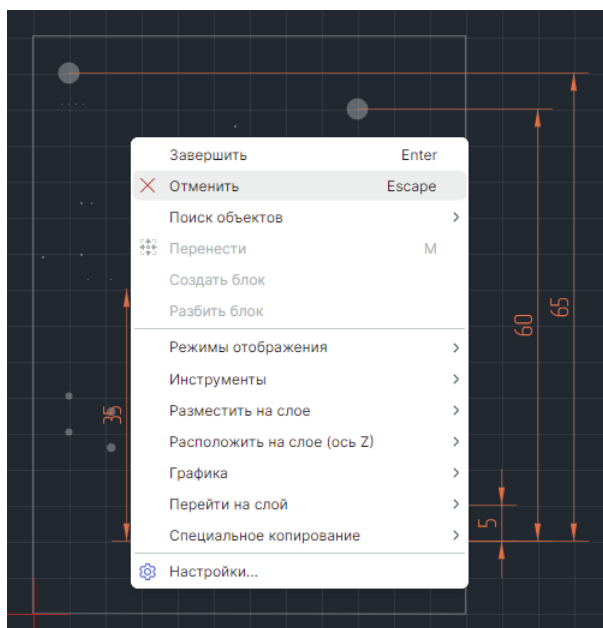

Рис. 460 Завершение работы с линией
7. Повторяя действия, описанные в п. 6, разместите необходимое количество размерных линий от общей базы. Для завершения работы с размерной линией нажмите клавишу «Escape» или вызовите контекстное меню и выберите «Отменить», см. Рис. 460.